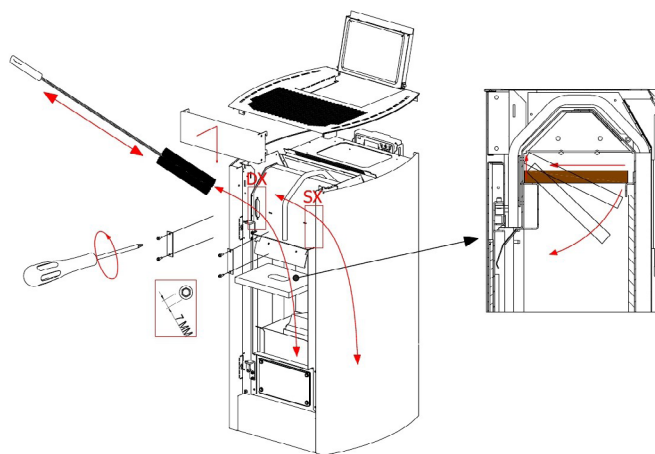

Fig. 99 - Reinigung
- Die obere Klappe abziehen (siehe **Fig. 99 a pag. 45**), eventuell vorhandene Asche absaugen und die Innenwände der Verbrennungskammer säubern.